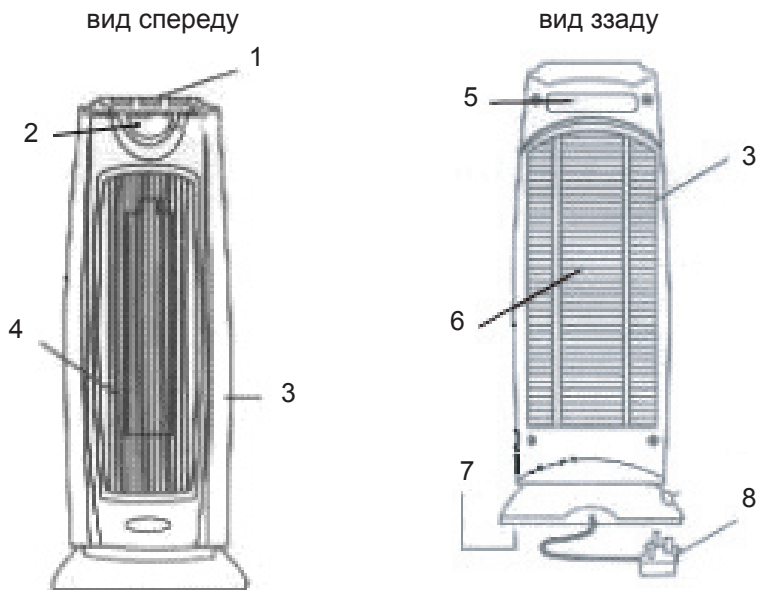

Рис. 1
4.1. Теплоventильатор складається з таких основних частин (Рис. 1):